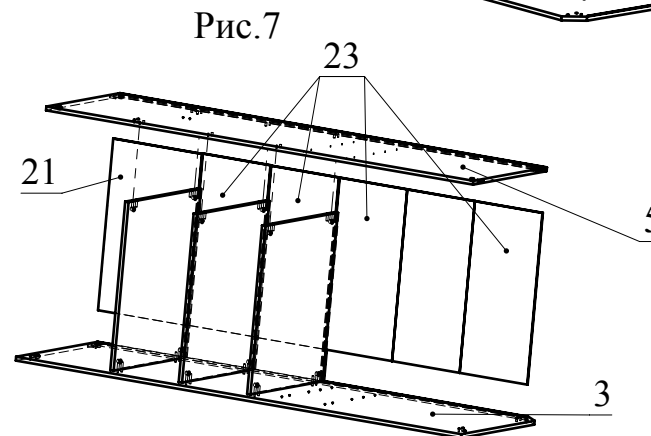

Рис.7
5. В пазы деталей 7 и 3 вставьте деталь 21. С помощью минификсов соедините деталь 5 с деталью 7 (Рис. 7).